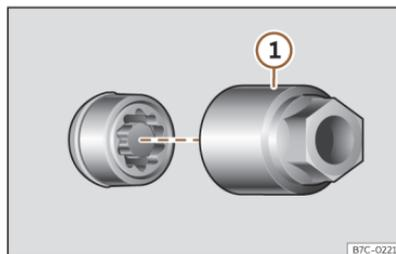

Fig. 225 Tornillo antirrobo de la rueda con capuchón y adaptador.
- Encaje el adaptador especial >>> fig. 225 ① (herramienta de a bordo >>> pág. 337) en el tornillo antirrobo de la rueda hasta el tope.